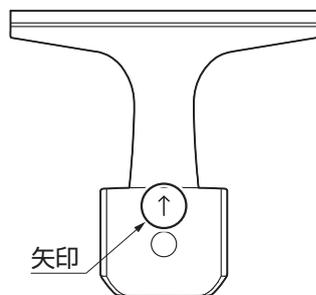
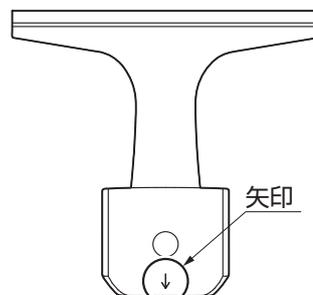

図10-3 一体型ブラケット上
図10-4 一体型ブラケット下
- 一体型ブラケットには、上段用・下段用を区別するために「図10-3」, 「図10-4」のように矢印がついています。